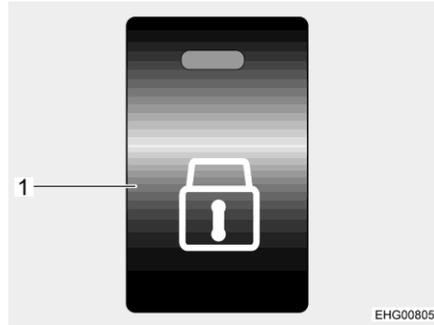

Fig. 54 Conmutador para el cierre centralizado
- Pulsar la tecla (Fig. 54,1). Las cerraduras de las puertas estarán desbloqueadas.
- Pulsar la tecla (Fig. 54,1). Las cerraduras de las puertas estarán bloqueadas. La luz de control en la tecla está encendida.